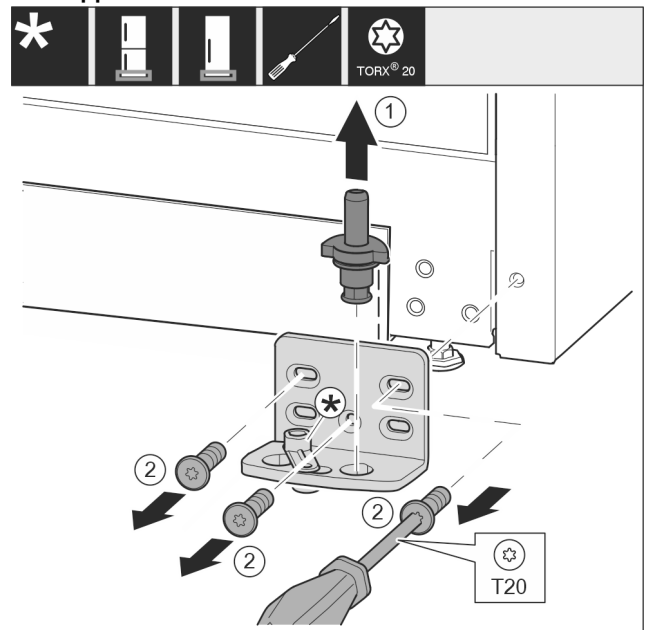

Fig. 15
- ▶ Trekk lagerboltene komplett opp og av. Fig. 15 (1)
- ▶ Skru ut skruene med skrutrekker T20, og ta av lagerbukken. Fig. 15 (2)